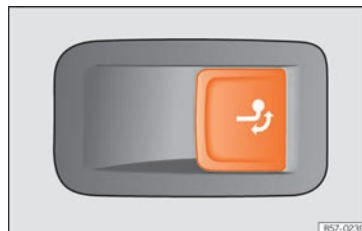

Fig. 297 En el lado derecho del maletero: tecla para desbloquear el enganche de bola.
- Tire de la tecla »» fig. 297 brevemente. El enganche de bola se desbloquea eléctricamente y se gira automáticamente hacia fuera. El testigo de control de la tecla parpadea »» fig. 297.
- Tire de la tecla »» fig. 297 brevemente. El enganche de bola se desbloquea eléctricamente.
- Gire el enganche de bola por debajo del paragolpes con la mano hasta que perciba y oiga que encastra y se encienda el testigo de control en la tecla »» fig. 297 de forma permanente.
- Si el testigo de control de la tecla »» fig. 297 *parpadea*, significa que el enganche de bola aún no ha encastrado correctamente o que está dañado »» ⚠.
- No pulse nunca la tecla »» fig. 297 cuando haya un remolque enganchado o vaya montado un portaequipajes u otros accesorios sobre el enganche de bola.
① CUIDADO